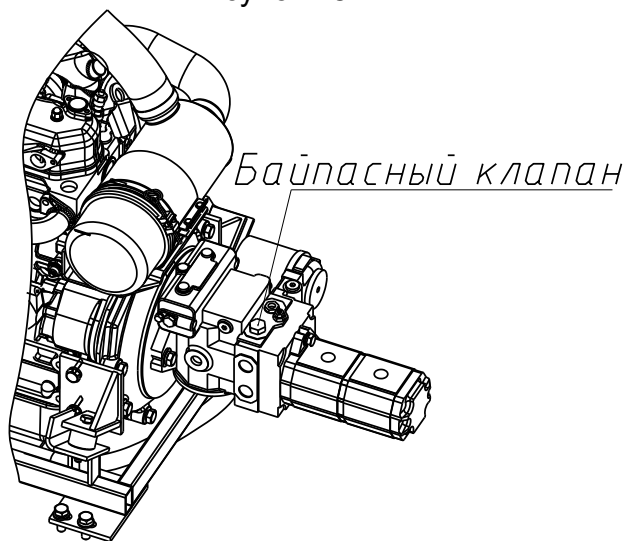

Рисунок 26
- 3 Откройте байпасный клапан на насосе привода хода, повернув его приблизительно на три оборота против часовой стрелки (рисунок 26).